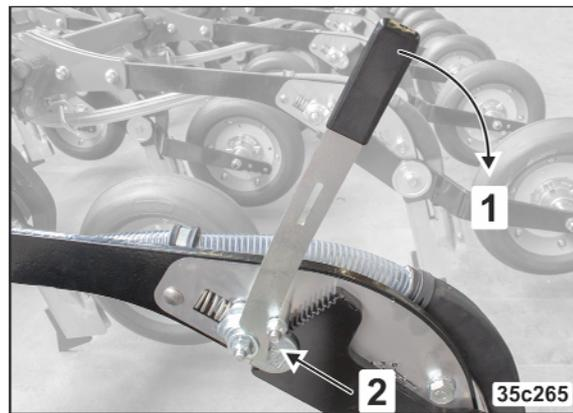

Fig. 176
3. Einstellvorrichtung mit Hilfe des Werkzeugs entriegeln (Fig. 176/1/2)